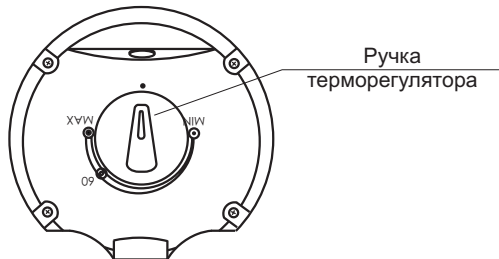

Рисунок 2 - Панель управления ЭВН моделей 4W20Vs1, 4W30Vs1, 4W40Vs1, 4W50Vs1
- в ЭВН моделей **4W20Vs1, 4W30Vs1, 4W40Vs1, 4W50Vs1** регулировка осуществляется с помощью выведенной наружу ручки терморегулятора. Поворотом ручки терморегулятора по часовой стрелке увеличивают температуру нагрева воды, против часовой стрелки - уменьшают. Для ориентации на шкале обозначено положение ручки терморегулятора, соответствующее нагреву воды примерно до 60 °C (см. рисунок 2).